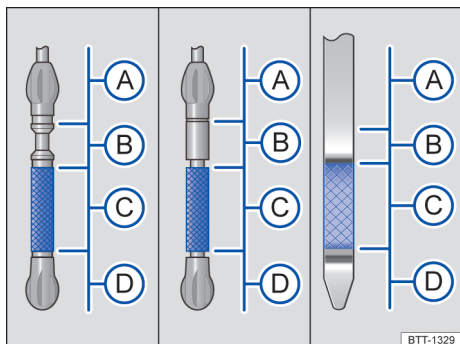
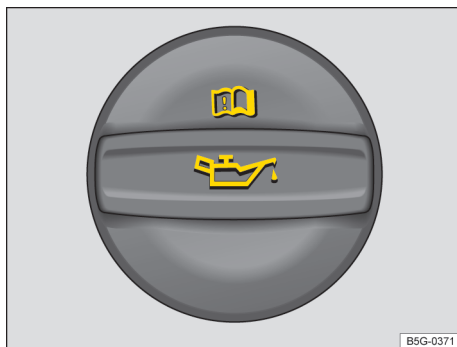

Fig. 242 Marcações do nível do óleo do motor na vareta de medição do óleo (variantes).
Fig. 243 No compartimento do motor: tampa da abertura para enchimento de óleo do motor (representação esquemática).
Em caso de alta demanda do motor, o nível do óleo do motor deve estar na faixa permitida, por exemplo, em longas conduções por estradas durante o verão, na condução com reboque → Página 267 ou durante travessias de montanhas → Fig. 242 C.
Legenda para Fig. 242:
4. Identificar a abertura de enchimento de óleo do motor e a vareta de medição do óleo. O bocal de abastecimento do óleo do motor é identificado pelo símbolo reconhecível na tampa → Fig. 243 e a vareta de medição do óleo, pela alça colorida. Se não estiver claro onde a tampa e a vareta de medição do óleo se encontram, procurar uma Concessionária Volkswagen ou uma empresa especializada.
7. Retirar novamente a vareta de medição do óleo do motor e ler o nível no óleo do motor na vareta de medição da seguinte maneira → Fig. 242:
- Ⓐ Nível do óleo do motor muito alto. Se for o caso, observar a mensagem no display do instrumento combinado e **notificar empresa especializada** → ①.
- Ⓑ **Não reabastecer óleo do motor** → ①. Continuar com a etapa 16.
- Ⓒ nível de óleo do motor OK. Por exemplo, em alta demanda do motor, o nível de óleo do motor pode ser completado até o **limite superior desta faixa**. Continuar com a etapa 8 ou 16 → Fig. 242.
9. Remover a tampa da abertura para enchimento de óleo do motor → Fig. 243.
12. Verificar novamente o nível do óleo do motor na vareta de medição do óleo antes de reabastecer mais uma pequena quantidade de óleo do motor. Nunca reabastecer com óleo do motor em excesso → ①.
13. Ao final do processo de reabastecimento, o nível do óleo do motor deve se situar no meio da faixa → Fig. 242 Ⓒ. Não deve ficar acima de → Fig. 242 Ⓒ, na faixa → Fig. 242 Ⓑ e não na área → Fig. 242 Ⓐ → ①.
14. Se, por descuido, for reabastecido muito óleo do motor e, depois disso, o nível do óleo do motor se encontrar na faixa, **não ligar o motor** → Fig. 242 Ⓐ. Informar a empresa especializada e, se necessário, procurar ajuda técnica.
- Se por acaso for reabastecido muito óleo do motor e o nível do óleo do motor após o abastecimento se encontrar na faixa → Fig. 242 Ⓐ, não ligar o motor. Informar a empresa especializada e, se necessário, procurar ajuda técnica. Caso contrário, o catalisador e o motor podem ser danificados!
O nível do óleo do motor não deve, em nenhuma hipótese, estar acima da faixa → Fig. 242 (B). Caso contrário, o óleo pode ser aspirado pela ventilação do cárter e chegar à atmosfera por meio do sistema de escape.